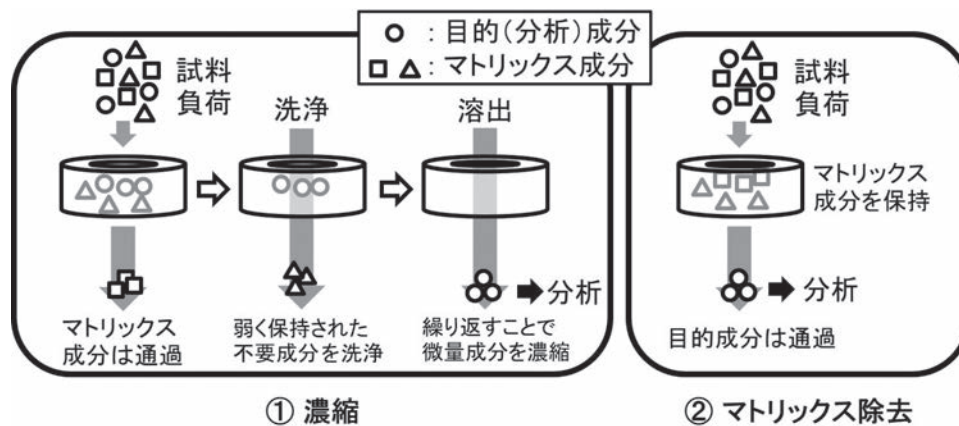

図2 固相抽出による濃縮とマトリックス除去の二つの活用方法
する手法（濃縮）が一般的である。この場合、優れたクリーンアップ効果も期待できる。一方で、マトリックス成分を固相に保持し、目的成分を通過させ分析に供する手法も用いられている（マトリックス除去）。固相に目的成分を保持する方法では、結果的に対象物質を濃縮できることもポイントである。二つの手法の概略図を図2に示す。固相抽出法の利点は、固相として使用される充填剤の種類を変えることで、様々な種類の試料の前処理を行うことができることである。
適切な固相が選択できたところで、固相抽出は①コンディショニング、②試料の負荷、③洗浄、④溶出の四つの手順で行われる（図2①濃縮を参照）。一般的な固相抽出法の手順を以下に示す。コンディショニングでは、使用をする固相を各種溶媒との相互作用により活性化（平衡化）させる。固相抽出剤は、通常の場合は乾燥状態にあり、適切な溶媒により試料を負荷した際の吸着を最適化するためのコンディショニングである。試料は、抽出および湿式分解等により溶液化した後に、固相に通液す